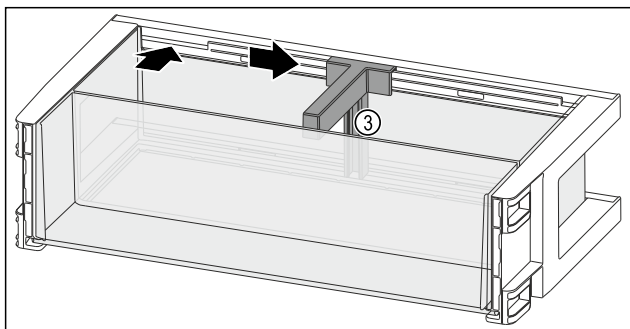

Fig. 117
- ▶ Flessenhouder Fig. 117 (3) in de uitsparing plaatsen.
- ▶ Flessenhouder Fig. 117 (3) in de gewenste positie opzij schuiven.